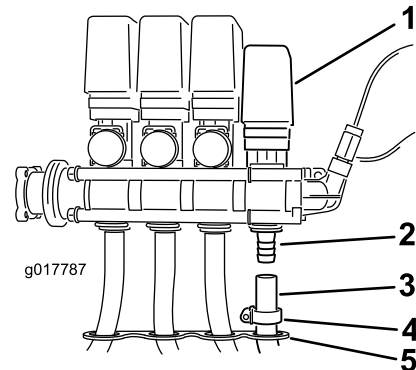

Bild 13
8. Stecken Sie den Schlauch durch das offene Loch im Schlauchkabelbaum an der Ventilbefestigungshalterung und verlegen ihn nach oben zur offenen Zahnung am Schlauchtrommelventil (Bild 13).